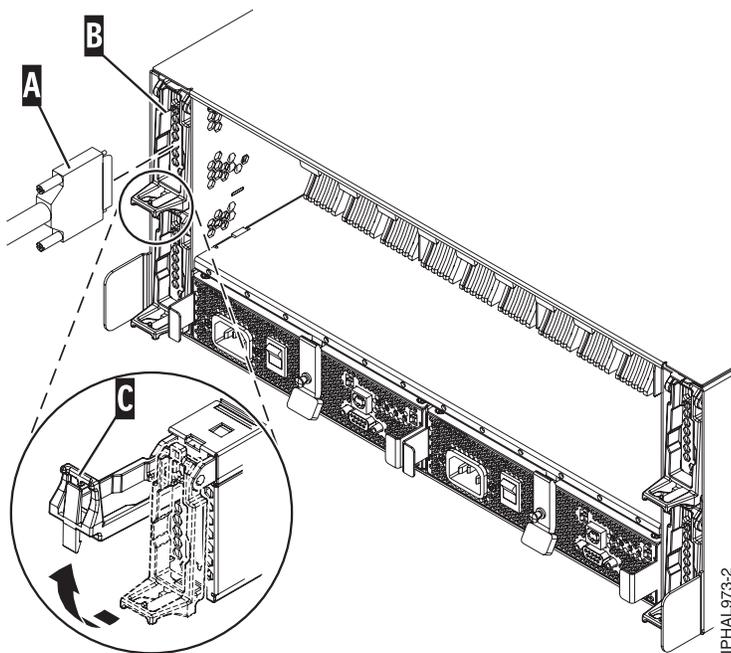
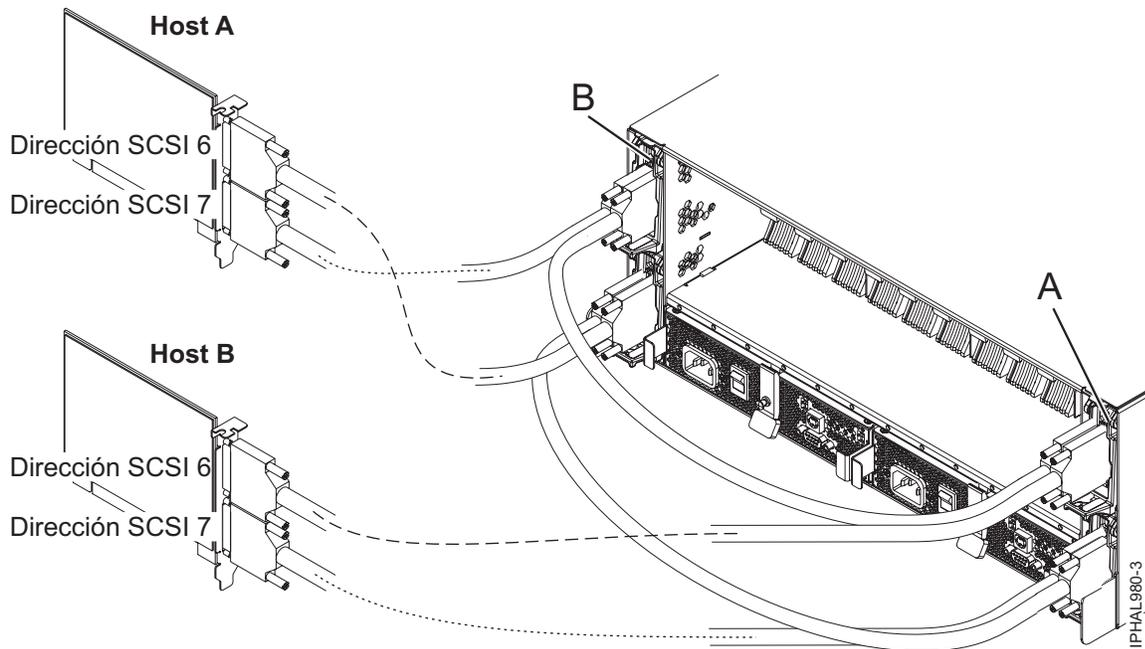
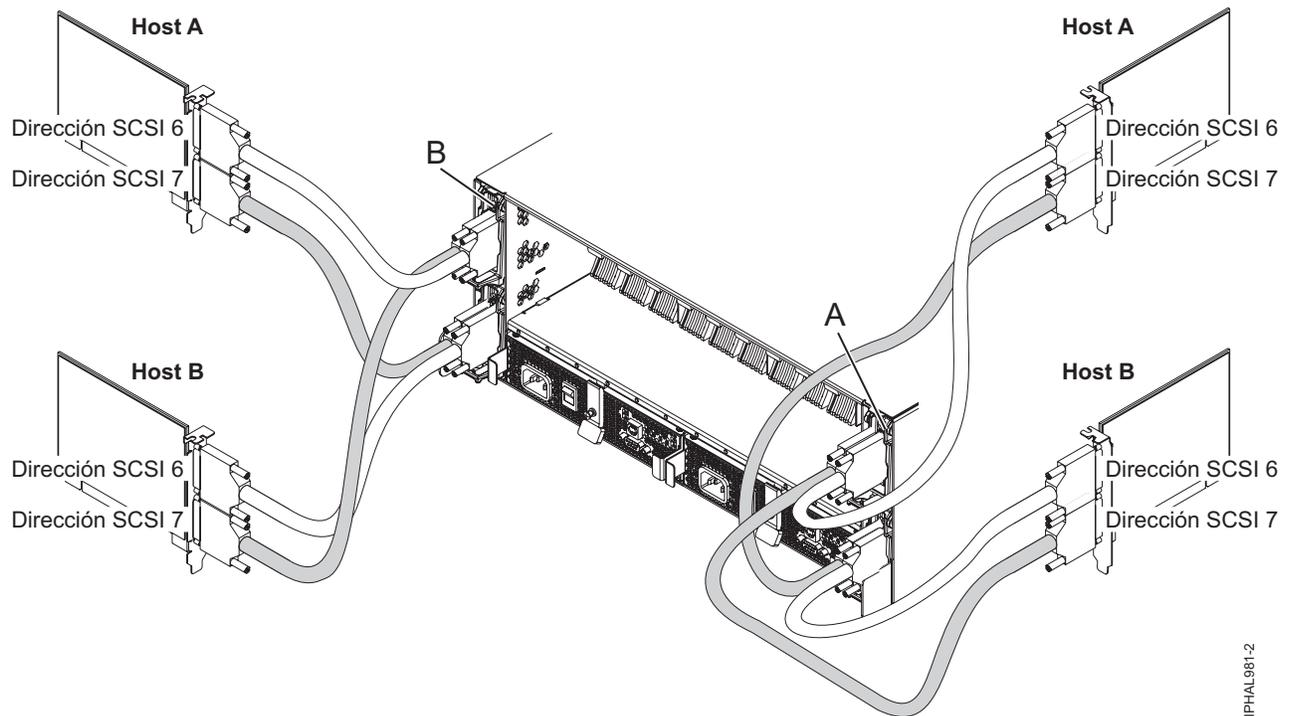

Figura 17. Cable SCSI a una tarjeta repetidora individual
Figura 18. Cable SCSI a una tarjeta repetidora dual conectada con dos tarjetas SCSI
Figura 19. Cable SCSI a una tarjeta repetidora dual conectada con cuatro tarjetas SCSI
- Si solamente está utilizando tarjetas repetidoras sencillas o solamente tarjetas repetidoras duales, conecte el cable SCSI (A) a la tarjeta repetidora de iniciador (B). Para obtener más información, consulte Figura 17, Figura 18 en la página 61 o Figura 19 en la página 61, en función de cuál sea su situación.